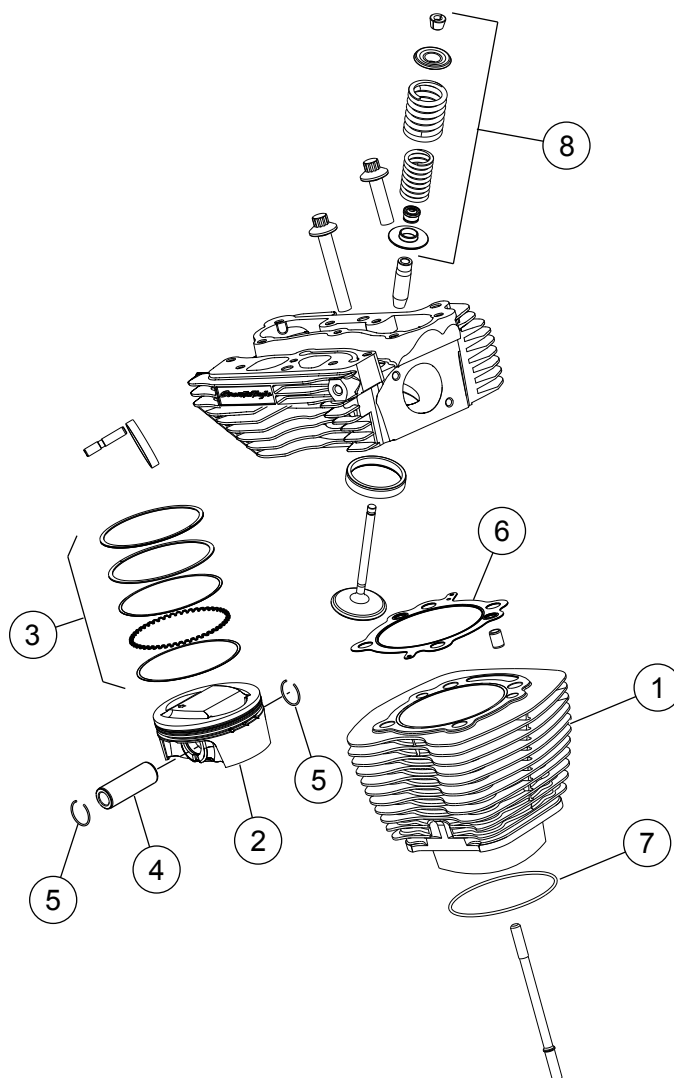
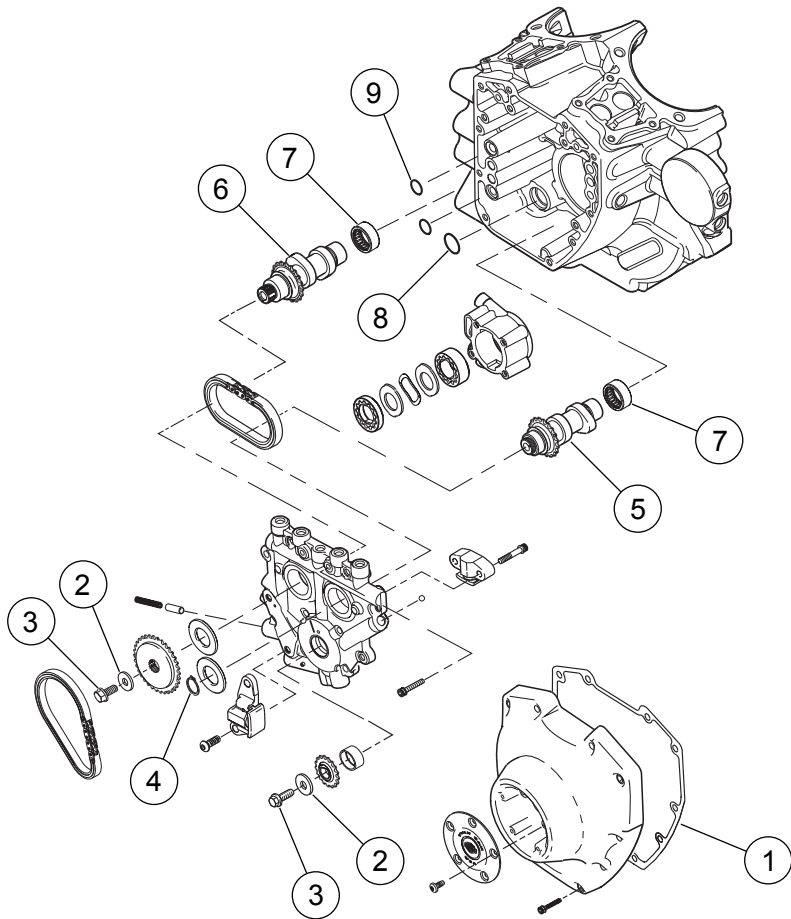

Figura 1. Peças de reposição: kit Screamin' Eagle Pro TC 1690 cm³ (103 pol.³) Stage 3
Figura 3. Peças de reposição: kit Screamin' Eagle Pro TC 1690 cm³ (103 pol.³) Stage 3
Veja da Figura 1 a Figura 3 e da Tabela 1 a Tabela 3.
1. Veja a Figura 3. Inspeção os rolamentos de agulha do comando de válvulas (7) e substitua se necessário.
2. Veja a Figura 1 e a Figura 3. Monte os excêntricos na placa do excêntrico, as molas de válvula para competição nos cabeçotes dos cilindros e a extremidade superior do motor usando as peças do kit. Consulte as seções sobre MOTOR apropriadas do Manual de serviço.